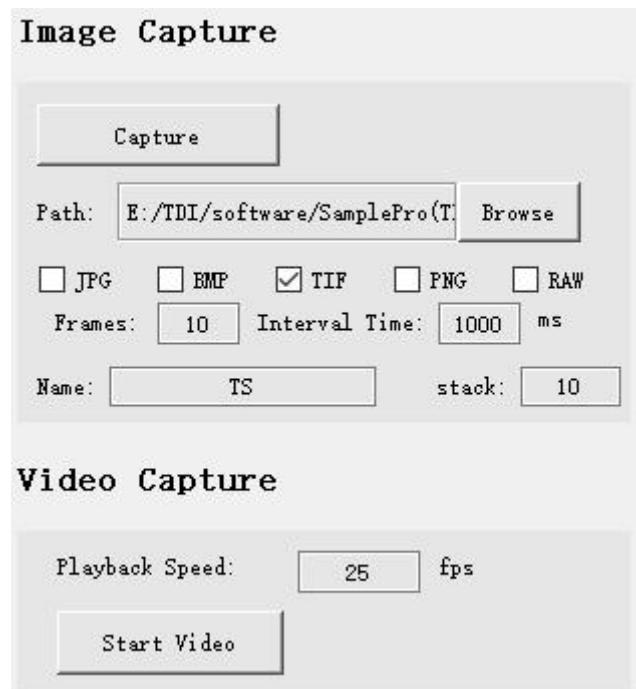

图 5-5 图像拍摄界面
- 2) 存储tif格式图像时，需要把图像调整的算法都设置成默认，见图5-5，否则保存出来的图像是经过处理软件处理后的，比如色阶等等。